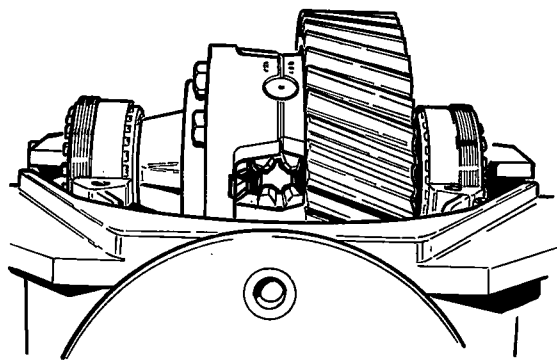

Fig. 26
- Monteer de stelmoeren (26 en 37) en draai deze handvast aan, totdat zij tegen de cups aanliggen (fig. 26).